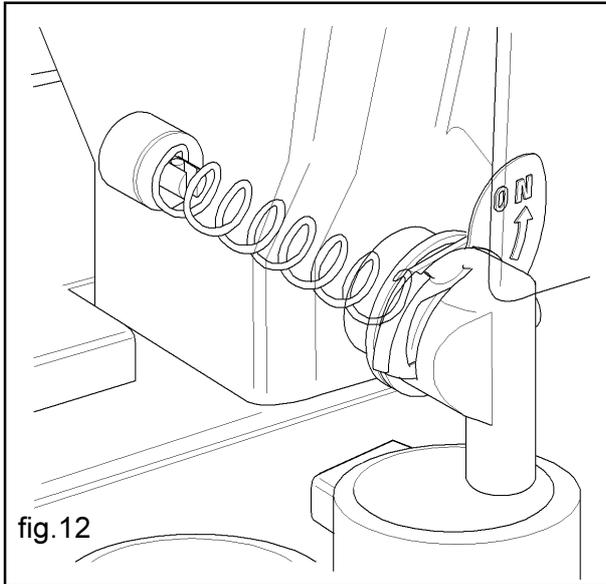

fig.12
- El motorreductor de producto soluble hace girar el tornillo sinfín para suministrar la cantidad de producto programada a la batidora (fig. 12)